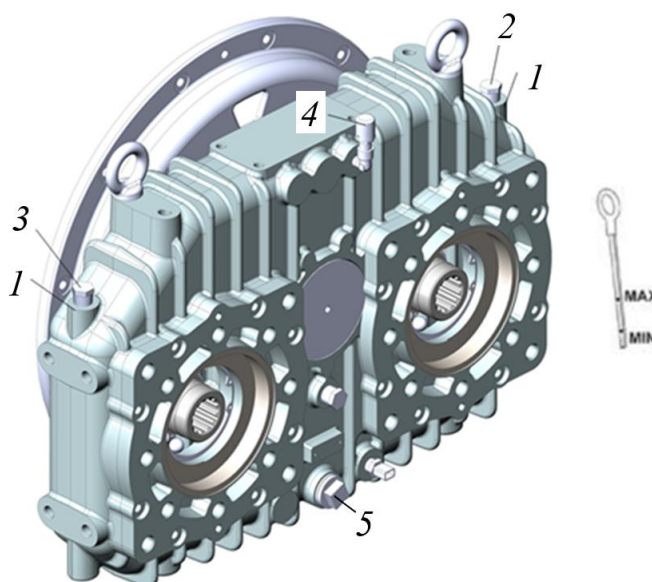

Рисунок 5.62. Обслуживание раздаточной коробки
- Открутить колпачок с маслосливной пробки 5, рис. 5.62, накрутить рукав на пробку 5 и слить масло в заранее подготовленную тару .
- ▶ Извлечь сапу 4, рис. 5.62 из раздаточной коробки, очистить от загрязнений и отложений. По завершению процедуры очистки установить сапун в коробку. При установке сапуна в коробку резьбовую часть обезжирить, смазать анаэробным герметиком Унигерм 8 или его аналогом.
- ▶ Извлечь измерительный щуп 3 и через горловину 1 налить масло в раздаточную коробку, см. рис. 5.62. Заправленный объем масла проконтролировать по измерительному щупу 3.